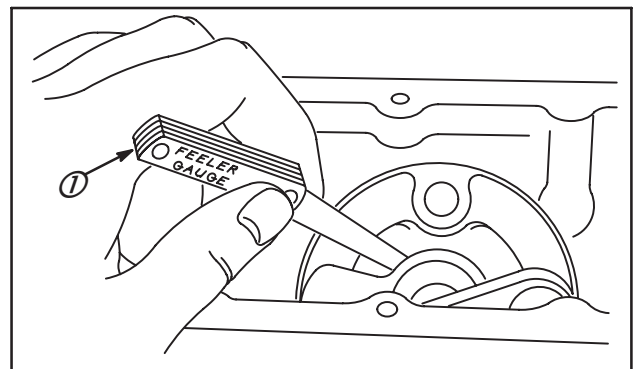

Fig. 24
Avec un joint de 0,51 mm d'épaisseur et un support de palier côté volant magnétique en place, utiliser une cale d'épaisseur (1) pour mesurer le jeu latéral. Celui-ci doit être compris entre 0,05 et 0,20 mm, Fig. 24.